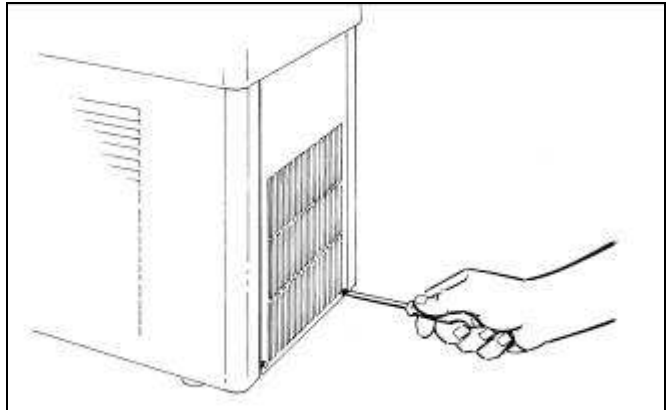

Fig. 28
- Per la GT1: rimuovere il pannello posteriore svitando le due viti che lo trattengono nella sua parte inferiore (fig.28);